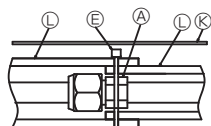
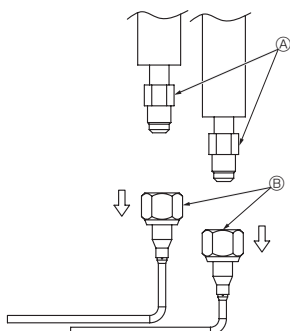

Fig. 3-8
Fig. 3-9
- (2) Envuelva las cubiertas de las tuberías de conexión y asegúrelas con una brida ③.
- (3) Coloque el aislamiento ④ de modo que cubra las partes cortadas de las tuberías de conexión. (Fig. 3-8)
- (4) Afloje la tuerca del lado de la tubería en forma de L con dos llaves y retire y deseche la tubería ③.
- (Entrada y salida de la tubería de agua) (Fig. 3-9)